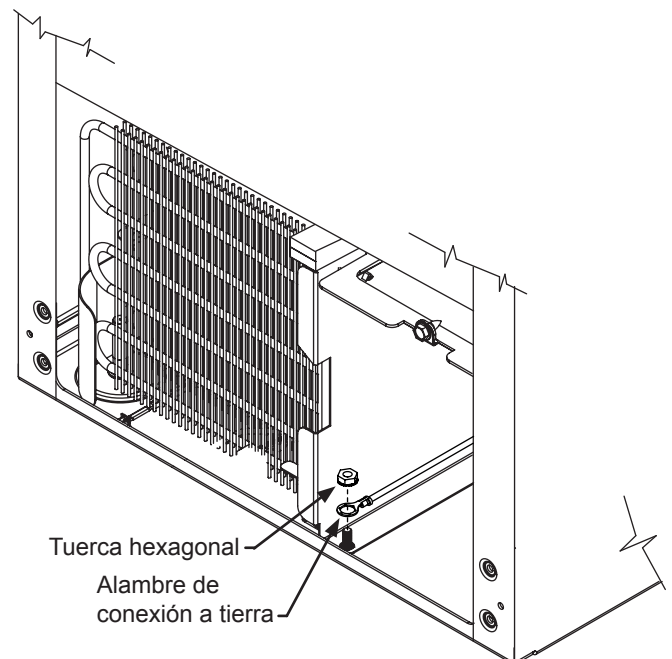

Figura 5
5. Tome el cable de alambres de 46 cm (18 pulg.) del kit de la bomba de desagüe y conéctelo a la tarjeta principal de donde se removió el conector del cable de suministro de energía. Remueva la tuerca hexagonal del perno delantero con una llave de extremo abierto de 3/8 pulg. (vea la Figura 5) y conecte el alambre de conexión a tierra debajo de la tuerca hexagonal. Apriete la tuerca hexagonal. Deslice el extremo con enchufe del cable de alambres de 46 cm (18 pulg.) a través de la unidad de modo que se pueda tener acceso a éste desde la parte trasera de la máquina fabricadora de hielo.